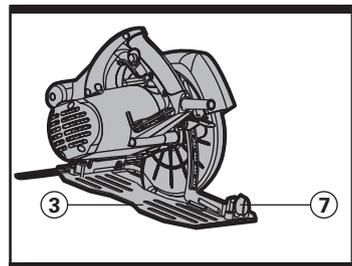

Fig 5
La base de su sierra circular debe mantenerse siempre firmemente contra el material a cortar con el fin de reducir las vibraciones de la sierra circular o las roturas de hoja (Ver Fig 5).
Afloje el tornillo de ajuste del ángulo de corte (7), luego puede inclinar manualmente el cuerpo de su sierra circular con relación a su base (3) (Ver Fig 5). Ajuste la inclinación de la base con relación a la sierra circular, la graduación (17) le indica el valor del ángulo al cual se realizará el corte. Estos valores de ángulo son bastante precisos para la mayoría de los casos, sin embargo cuando la pieza exija una gran precisión, se recomienda ajustar el ángulo con la graduación y hacer un corte de prueba.